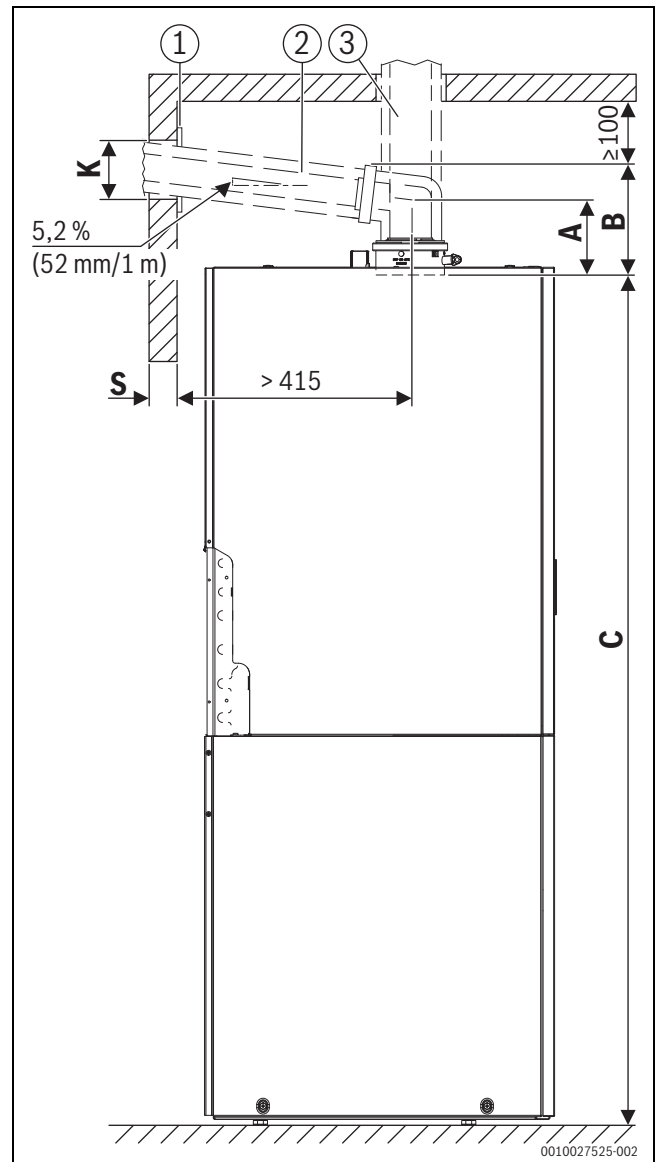

Рис. 10 Вид слева (размеры указаны в миллиметрах)
- Если необходимо, добавить размер защитной планки (→ рис. 10, [1]).